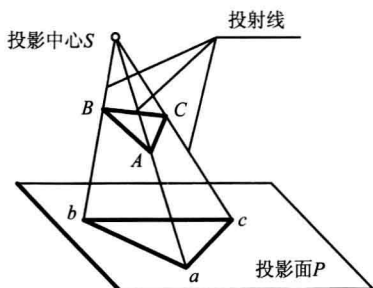
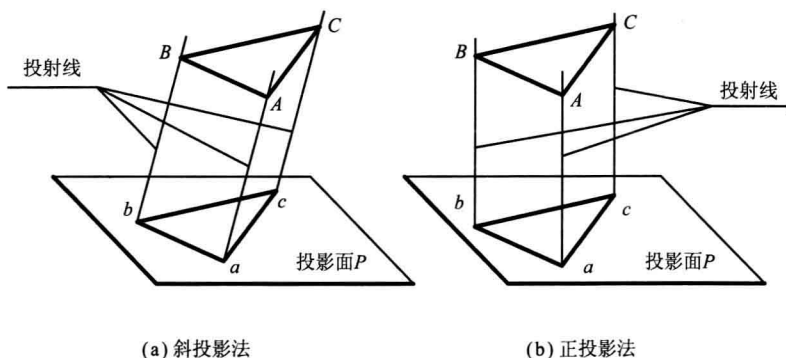

图 1.2 中心投影法
图 1.3 平行投影法
投射射线汇交于一点(投影中心)的投影法,称为中心投影法(图 1.2)。
假设将图 1.2 中的投影中心 S 移到无穷远处,则所有的投射射线就相互平行。这种投射射线相互平行的投影法称为平行投影法。根据投射射线与投影面的关系,平行投影法又分为斜投影法和正投影法,如图 1.3 所示。
(1) 斜投影法: 投射线与投影面倾斜的平行投影法[图 1.3(a)]。
(2) 正投影法: 投射线与投影面垂直的平行投影法[图 1.3(b)]。